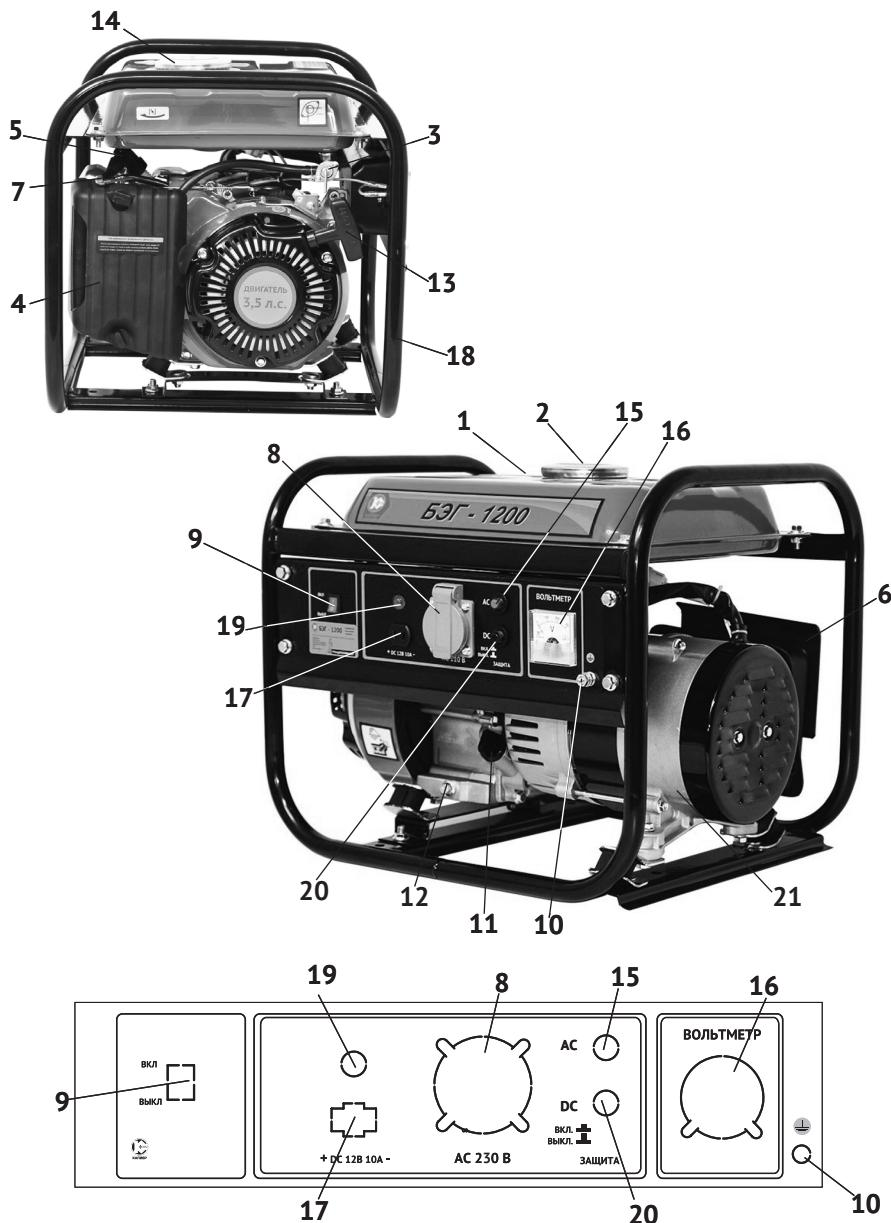

рис. 1
Коленчатый вал, приводимый во вращение возвратно-поступательными движениями поршня двигателя, передаёт крутящий момент на вал якоря генератора. Передача осуществляется через коническое сопряжение ротора генератора и вала двигателя. При этом образуется самоцентрирующаяся трёхпорная схема соединения. С обмоток статора генератора напряжение подводится: через систему стабилизации на розетку переменного тока (рис.1 поз.8); через выпрямительный блок на розетку постоянного тока (рис.1 поз.17).
2.4 Общий вид бензогенератора схематично представлен на рис.1
3.4 Двигатель и генератор закреплены на трубчатой раме (рис.1 поз.18) через амортизаторы, что снижает вибрацию аппарата и уменьшает уровень шума при работе. Все элементы бензогенератора имеют удобный доступ для обслуживания и ремонта.
Электрическая сеть подключения потребителей относится к системе с изолированной нейтралью, предусматривающей защитное заземление открытых токопроводящих частей корпуса. В зависимости от местных условий (состав грунта, его влажность и т.п.) изменяется качество заземления. Во всех случаях защитное заземление должно иметь сопротивление не более 4-х Ом. Во время работы бензогенератора его клемма заземления (рис.1 поз.10) должна быть подсоединенена к заземлителю. Практически это требование может быть реализовано следующими способами:
Выкрутите пробку-щуп из маслозаливной горловины (рис.1 поз.11) и залейте в картер масло необходимой марки до нижнего края горловины. Вставьте сухой чистый щуп в горловину картера и выньте его. Проверьте уровень масла: граница смоченной области щупа должна располагаться между отметками минимального и максимального уровней.
5.3.1 Отключить всех потребителей переменного и постоянного тока от генератора. Перевести автоматический выключатель (рис.1 поз.15) в положение «Выкл.».
- перевести выключатель зажигания (рис.1 поз.9) в положение «Вкл.»;
- открыть топливный кран (рис.1 поз.3);
- перевести рычаг воздушной заслонки (рис.1 поз.7) в крайнее левое положение «закрыто» при пуске холодного двигателя (для прогретого двигателя рычаг устанавливается в промежуточном положении);
- медленно потянуть рукоятку стартёра (рис.1 поз.13) до появления сопротивления, затем резким движением вытянуть трос на всю длину. Повторите действие ещё раз, если двигатель не завёлся.
После прогрева двигателя в течение 10-40 секунд (в зависимости от начальной температуры), перевести рычаг воздушной заслонки (рис.1 поз.7) в крайнее правое положение «открыто».
- перевести выключатель зажигания (рис.1 поз.9) в положение «ВЫКЛ.»;
- закрыть топливный кран (рис.1 поз.3).
- наличие и величина напряжения переменного тока измеряется вольтметром (рис.1 поз.16);